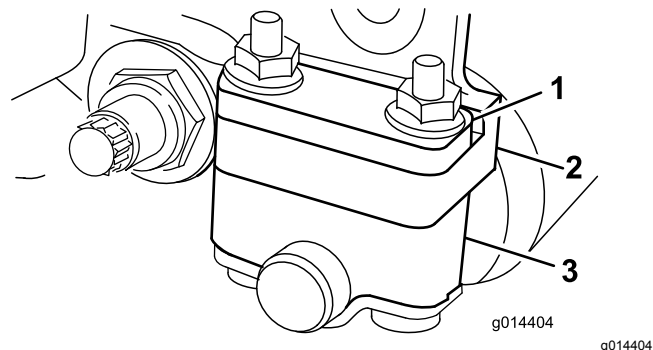
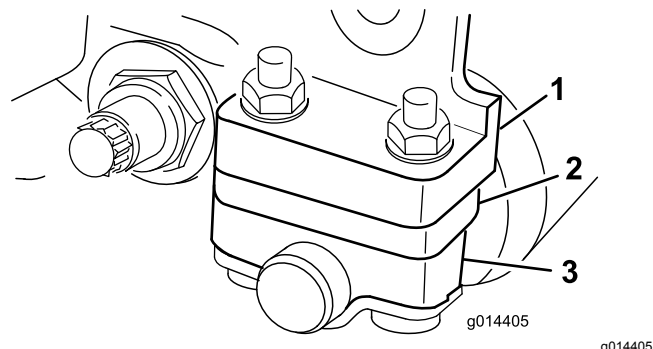

Рисунок 6
Рисунок 7
В зависимости от требуемого диапазона высоты скашивания установите кронштейны заднего валика (Рисунок 6 или Рисунок 7) в нижнее или верхнее положение.
- Если настройки высоты скашивания находятся в диапазоне от 1,5 до 6 мм, установите проставку над монтажным фланцем боковой пластины (установленной на заводе), как показано на Рисунок 6.
- Если настройки высоты скашивания находятся в диапазоне от 3 до 25 мм, установите проставку под монтажным фланцем боковой пластины, как показано на Рисунок 7.
- Установите проставки на болты над или под кронштейнами валика, в соответствии с требуемым положением (Рисунок 6 или Рисунок 7).